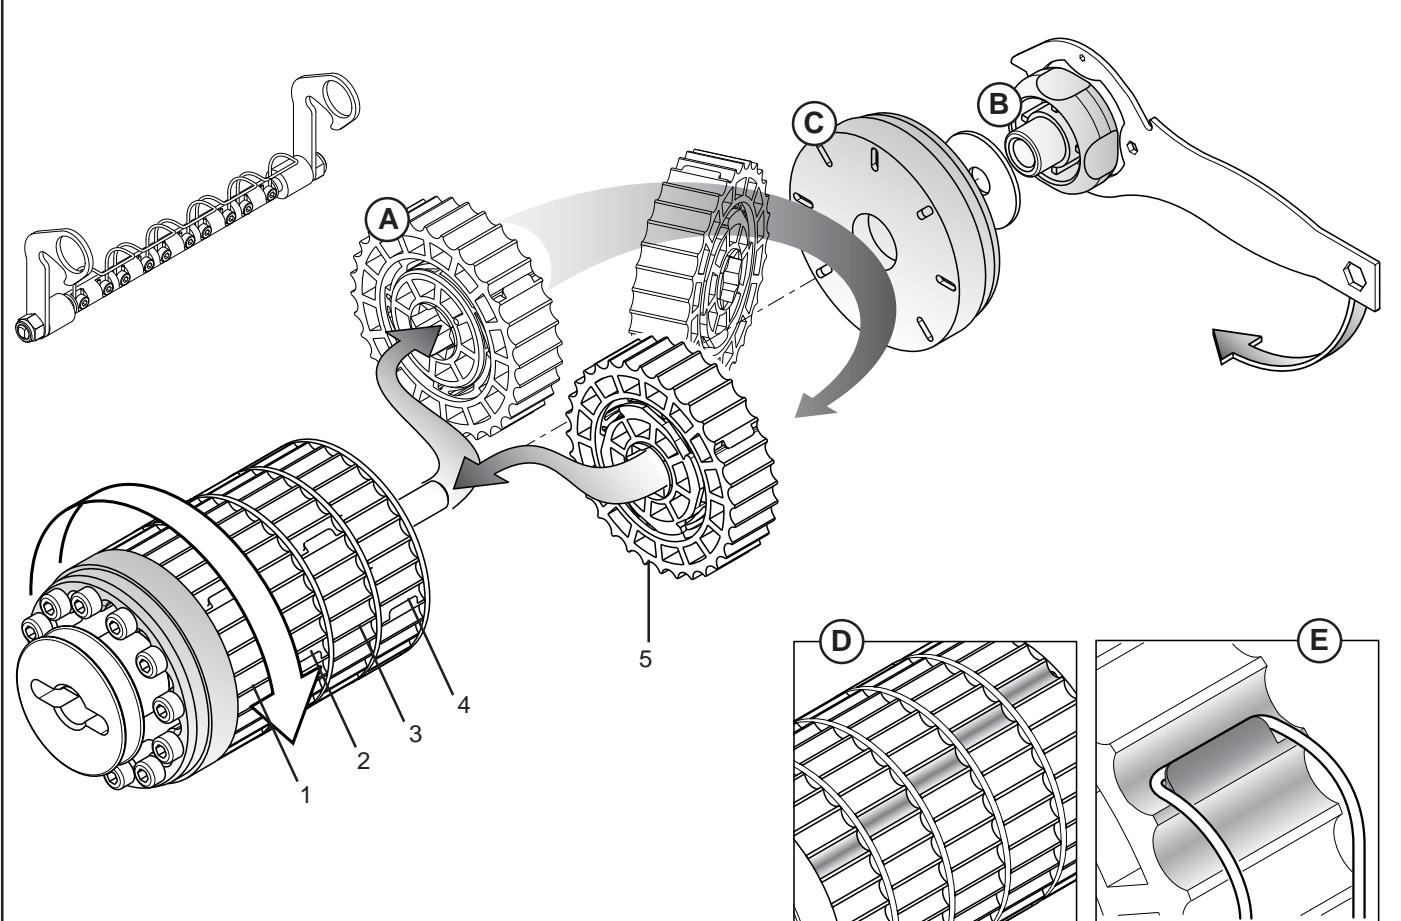

fig. 35
Considerando que cada sector (A, Fig. 35) distribuye el 20% del producto de todo el rodillo dosificador, es posible aumentar los sectores de trabajo y reducir respectivamente la velocidad de rotación del cambio para obtener una distribución homogénea.
Tras haber desmontado el rodillo de dosificación de la máquina, utilice la llave en dotación para destornillar el pomo (B, Fig. 35) y quitar la rosca de bloqueo (C). Quitar el sector o los sectores a activar e instalarlos rotándolo 180°, **respetando las posiciones (1-2-3-4-5, Fig. 35)**.
Al instalar nuevamente los sectores, verifique que en condiciones de trabajo las acanaladuras de los sectores activos se encuentren escalonadas las unas respecto a las otras (D, Fig. 35), para garantizar continuidad en la distribución.
Coloque nuevamente la rosca de bloqueo, apriete el pomo con la llave en dotación e instale nuevamente el rodillo en la máquina. Bloquear el elemento limpiador en la posición de funcionamiento verificando que los resortes enganchen los sectores excluidos (E, Fig. 35) para impedir su rotación y, por lo tanto, la distribución.